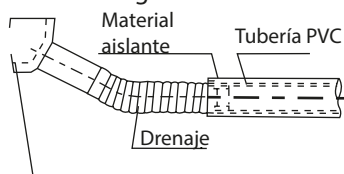

Figura 4.1
2. Conecte el tubo de drenaje de acuerdo con la Figura 4.1.